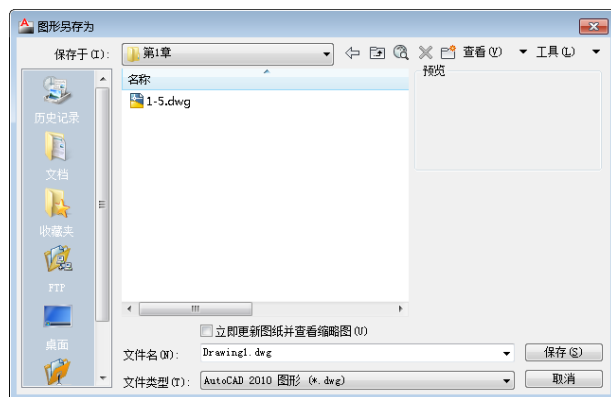

图 1.43 【图形另存为】对话框
(8) 单击【文件】菜单中的【保存】命令，打开【图形另存为】对话框。
(9) 在【图形另存为】对话框中设置存盘路径和文件名如图 1.43 所示，单击 **保存(S)** 按钮，即可将图形存盘。